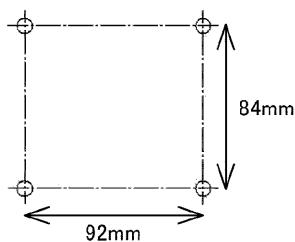
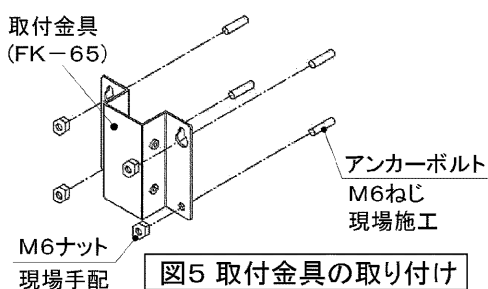
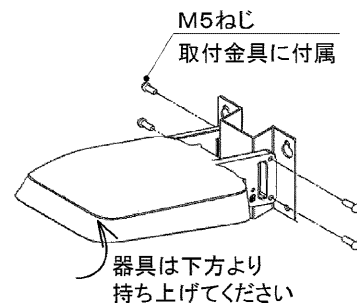

図4 取付寸法
図5 取付金具の取り付け
図6 器具の取り付け
● 壁面に取り付ける場合 (図4) (図5) (図6)
1. 図4の取付寸法で壁面にアンカーボルトを施工してください。
2. 取付金具はアンカーボルトと取付ナットにて堅固に締め付けてください。(図5)
3. 金具の凸部に對し器具を下方から持ち上げ、取付金具の同梱ねじ4本にて、取付金具と器具を(図6)のように締め付けてください。